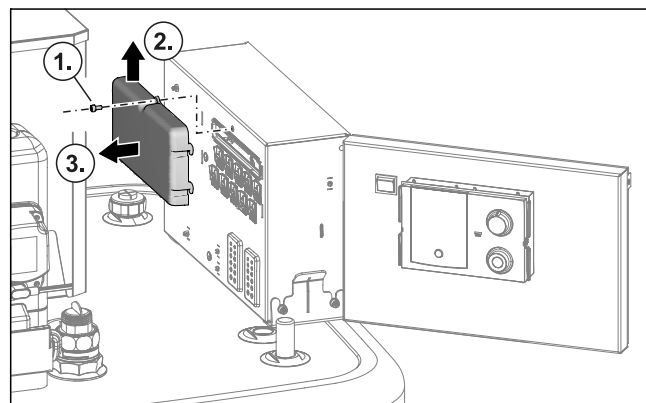

Fig. 4-29 Retirar la cubierta del cable
- 6 Desmontar la cubierta del cable por la parte de atrás de la carcasa de regulación (Fig. 4-29).